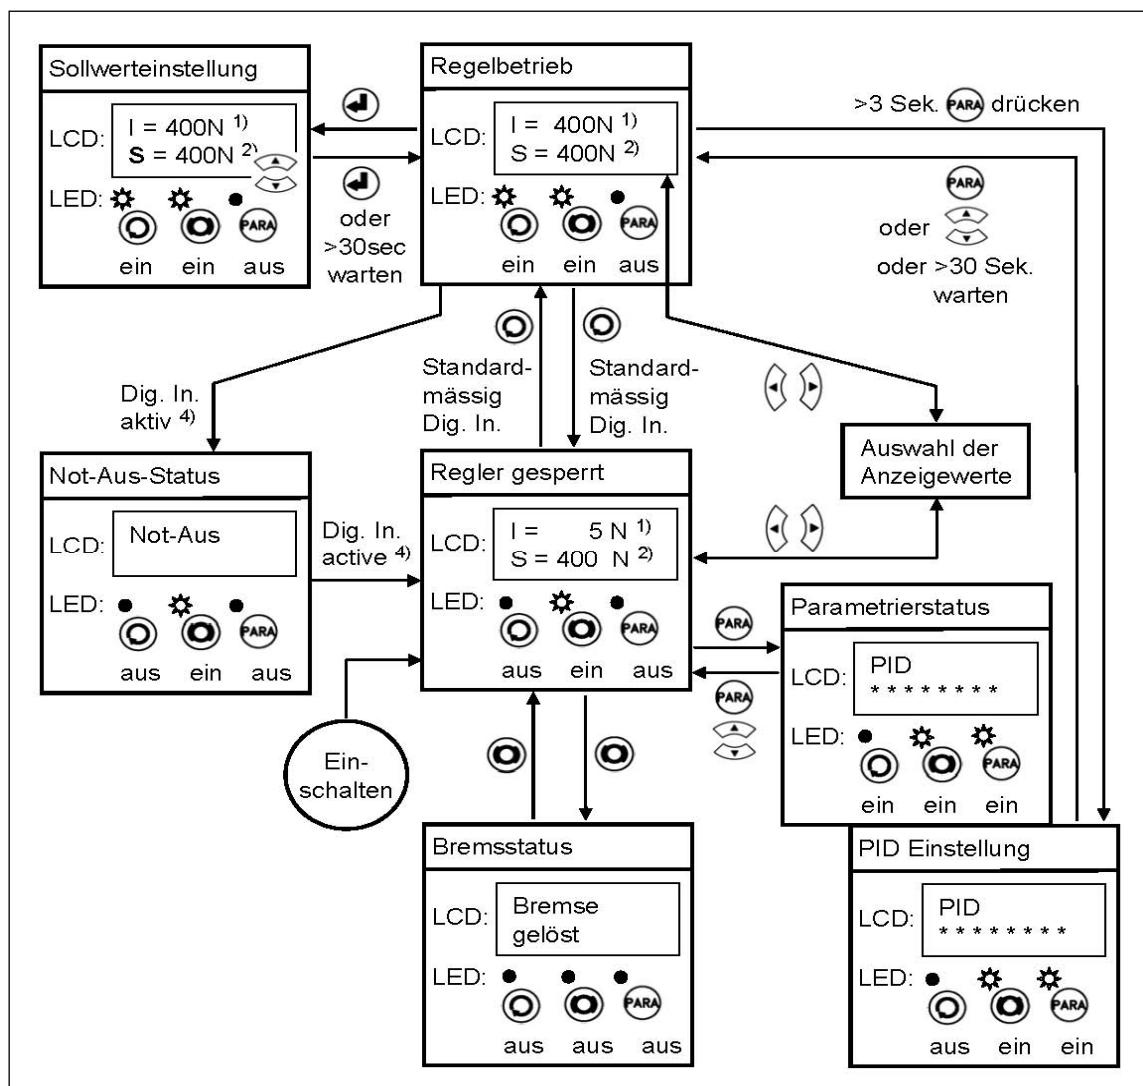

Bild 10: Betriebszustände für Bremsanwendungen
2. In "Regelbetrieb" gehen (siehe Bild 10 oder 11)